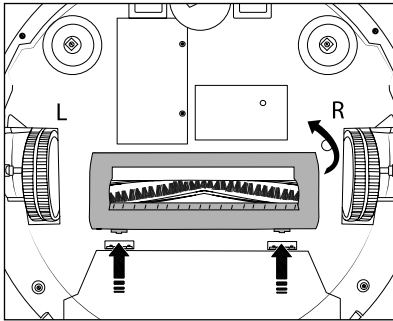

Fig. 14
- ◆ Pulse los dos botones de desencastre de la cubierta del rodillo de cepillos **16** para soltarla. Retire la cubierta del rodillo de cepillos **16** del aparato (consulte la fig. 14).